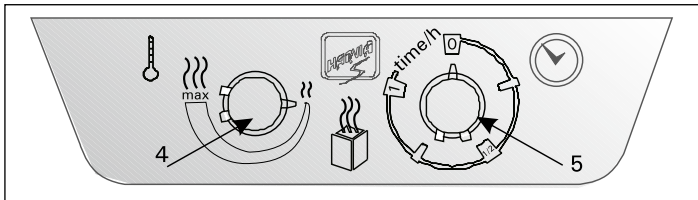

Рис. 4. Панель управления
При открытии крышки (1) и воздушного клапана (2) каменки теплый воздух, прошедший между горячими камнями (ок. 310 °C) и нагревательными элементами, начинает нагревать парильню. Для поддержания выработанной в период минимального нагрева тепловой энергии под воздействием потоков воздуха и охлаждающего влияния воды необходимо включить мощность каменки с помощью таймера (5). Таймер включает каменку на один час. См. рис. 4.